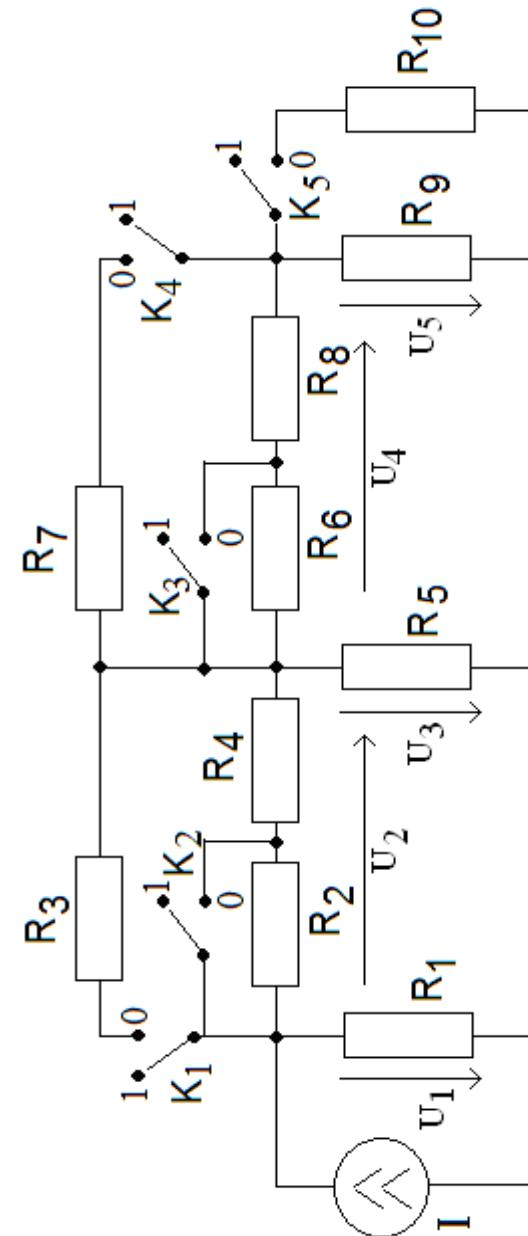

Рис. 1.13
1.7.3. В схеме цепи, показанной на рис. 1.13, установите ключи  $K_5 \div K_1$  в положение, соответствующее **двоичному коду** Вашего **номера**  $N$  **по модулю 32** в списке группы (таблица кодов в приложении 1), кодовая запись имеет вид  $K_5K_4K_3K_2K_1$ , значения  $K_i = 0$  или  $1$ ,  $i = 1, 2, 3, 4, 5$ . Зарисуйте полученный вариант электрической цепи. Значения сопротивлений элементов цепи в **Омах** определяются выражением
Рассчитайте значения напряжений  $U_1, U_2, U_3, U_4, U_5$ , показанных на рис. 1.13 для Вашего варианта цепи, проверьте правильность полученных решений с помощью второго закона Кирхгофа, используя для вычислений программу MathCAD. Результаты расчета занесите в табл. 1.7.